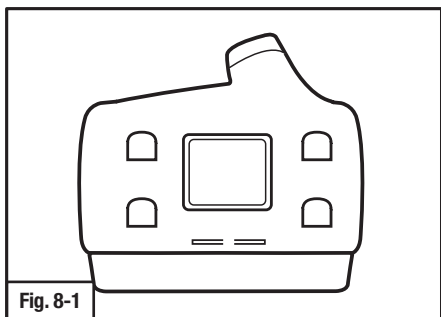
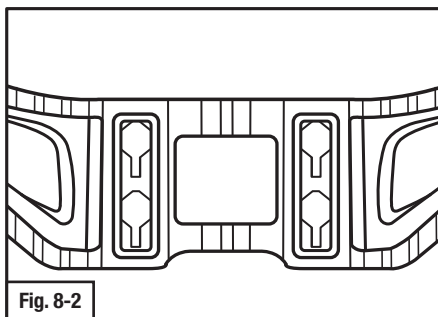
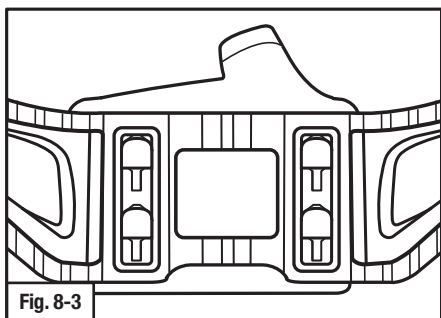

Fig. 8-1
Fig. 8-2
Fig. 8-3
2. Coloque os 4 orifícios da fechadura (Fig. 8-2) do cinto nas 4 barras em T (Fig. 8-1) atrás do motorizado (Fig. 8-3).